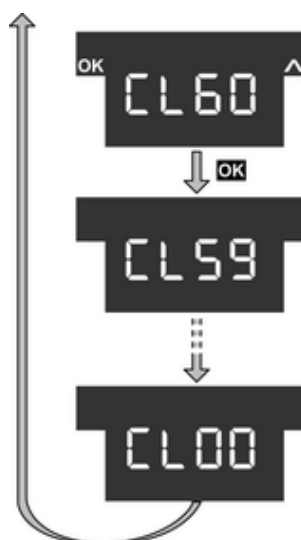

Bild 10
- Mit der Sensorfläche **^** den Menüpunkt **CL60** für die Putzfunktion auswählen und die Sensorfläche **OK** betätigen (Bild 10).